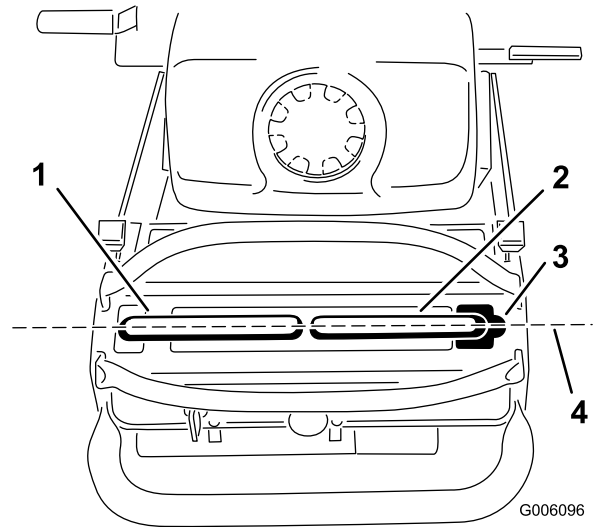

Figura 46
Importante: Compruebe el avance de la máquina después de ajustar las palancas de control de movimiento. Después de ajustar el avance, las palancas de control de movimiento pueden no quedar alineadas con precisión hacia adelante-atrás (Figura 46).
- Una vez ajustada la alineación horizontal, compruebe la alineación hacia adelante-atrás (Figura 46).